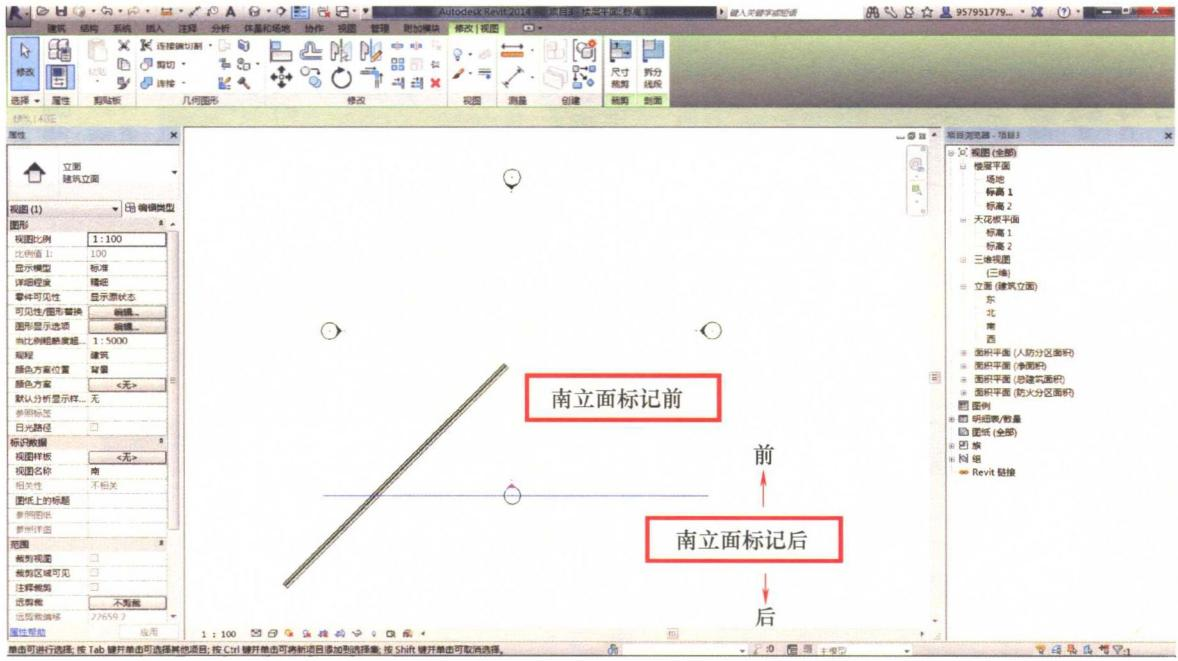
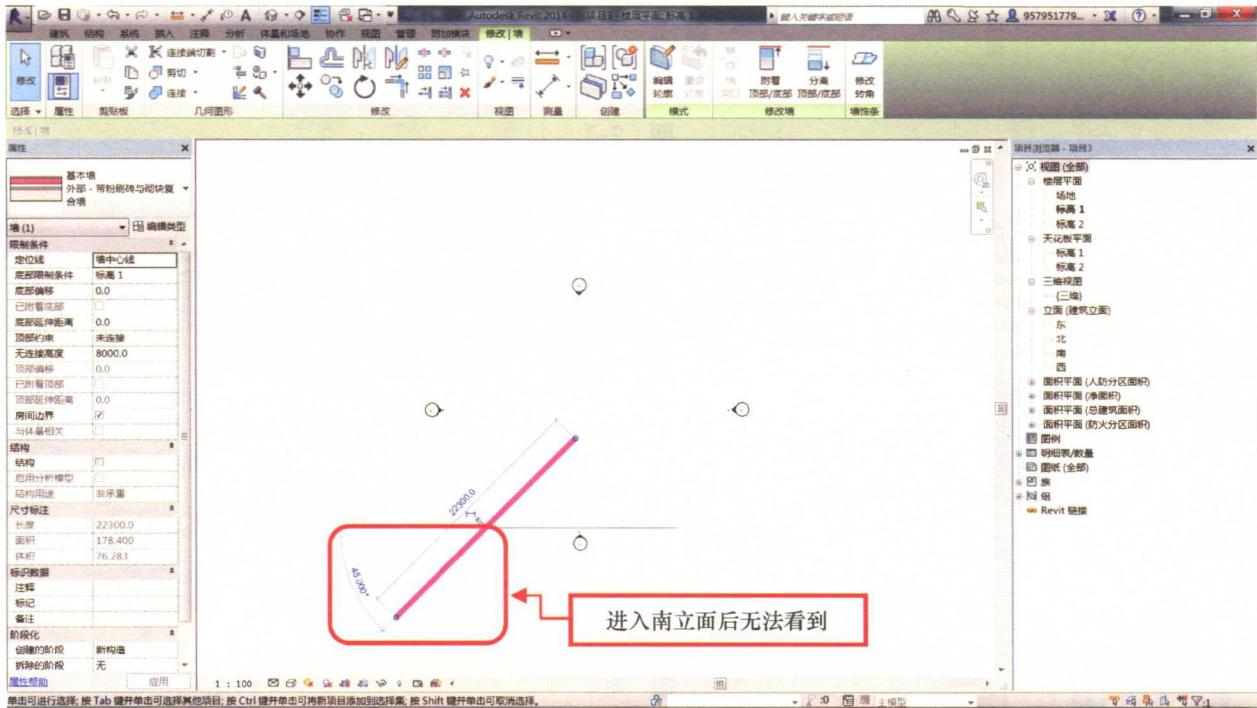

图 2-9
图 2-10
5) 如果模型位于立面标记的外侧,那么在相应的视图里,会看不到这部分的模型,如图 2-9 所示。在楼层平面标高 1 中绘制一段斜向 45° 的墙体,穿越立面标记的示意线,观察南立面视图,如图 2-10 所示。